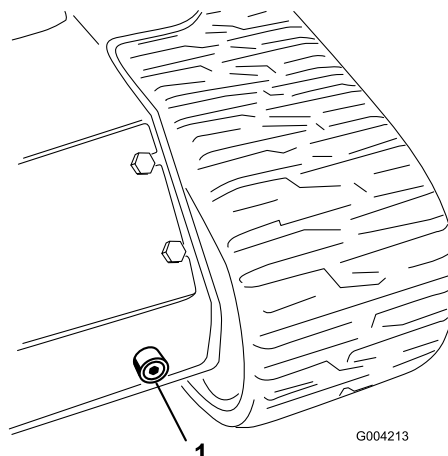

Figura 51
6. Coloque un recipiente grande (con capacidad para 56,8 litros [15 galones US]) debajo del tapón de vaciado situado en la parte delantera de la unidad de tracción (Figura 51).
7. Retire el tapón de vaciado y deje fluir el aceite al recipiente (Figura 51).